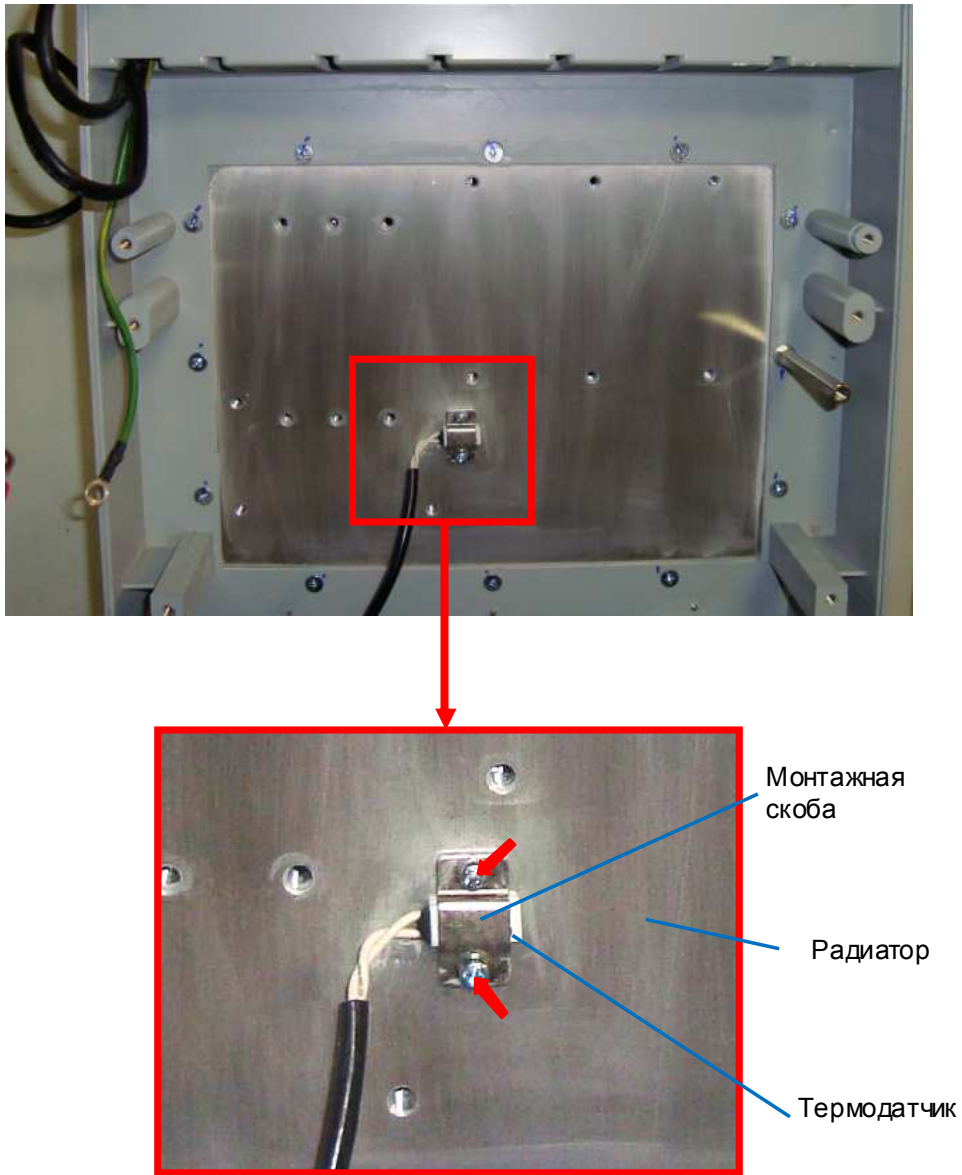

Рис. 6.18
6.13.1. Выкрутить 2 винта (рис. 6.18, красные стрелки), демонтировать монтажную скобу, термодатчик и положить их в тару.